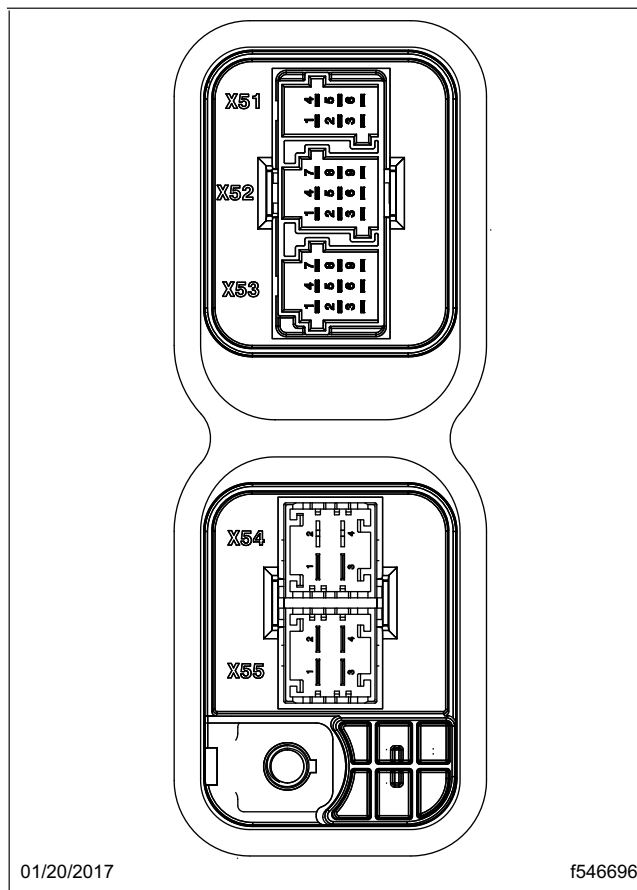

Fig. 8, Emplacement des connecteurs SAM châssis
- Emboîtez le verrou de borne, puis branchez le connecteur dans la cavité X53 sur le SAM châssis. Reportez-vous à la figure 8.